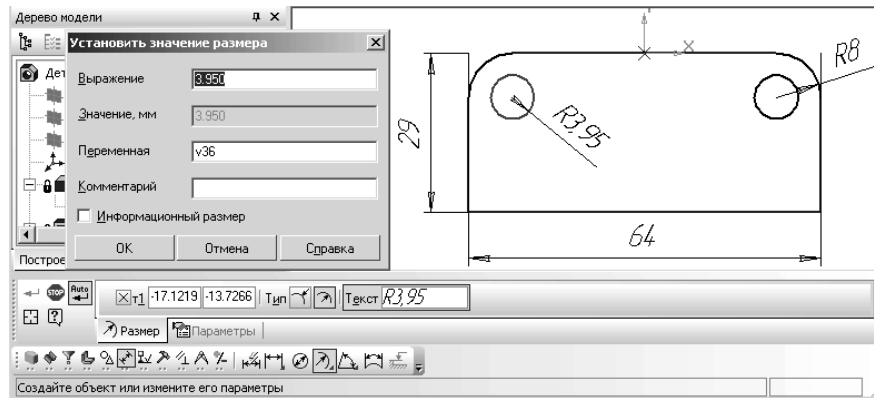

Рис. 6.99. Возможное состояние размеров эскиза планки
- щелкните в **Компактной панели** по кнопке  – **Радиальный размер**. Появится **Панель свойств: Радиальный размер**. Установите радиальные размеры скругления и отверстия и щелкните на **Специальной панели управления** по кнопке  **Создать объект**. Возможное состояние размеров эскиза планки показано на рис. 6.99.